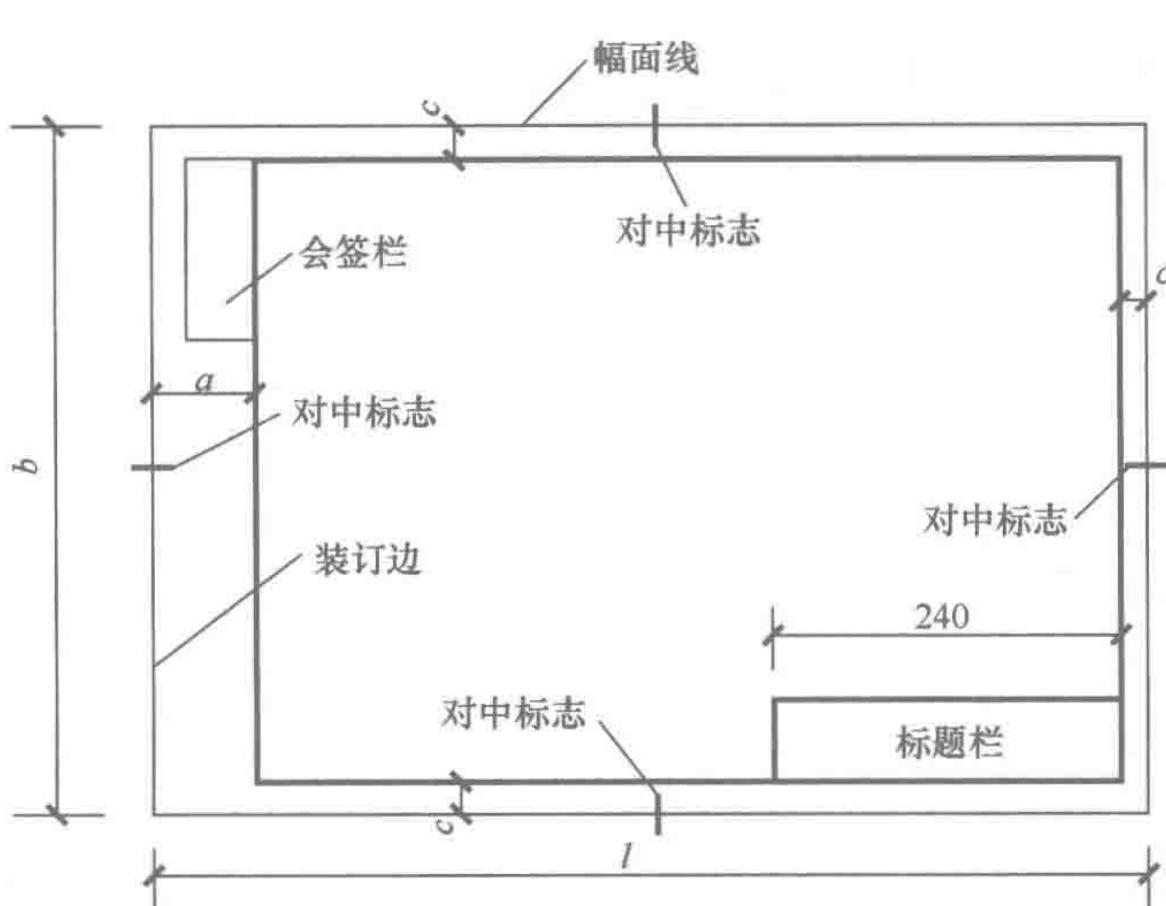
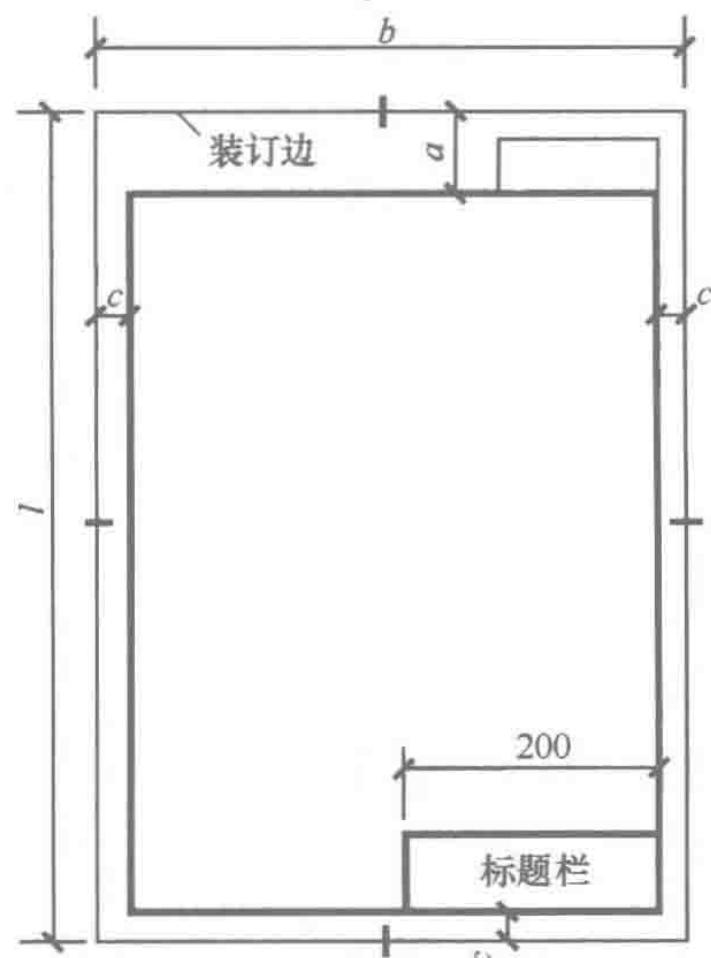
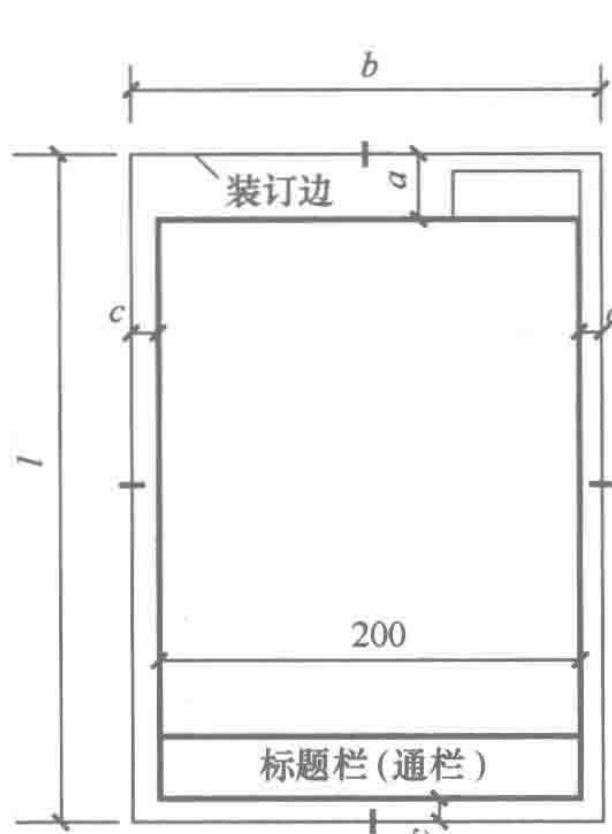
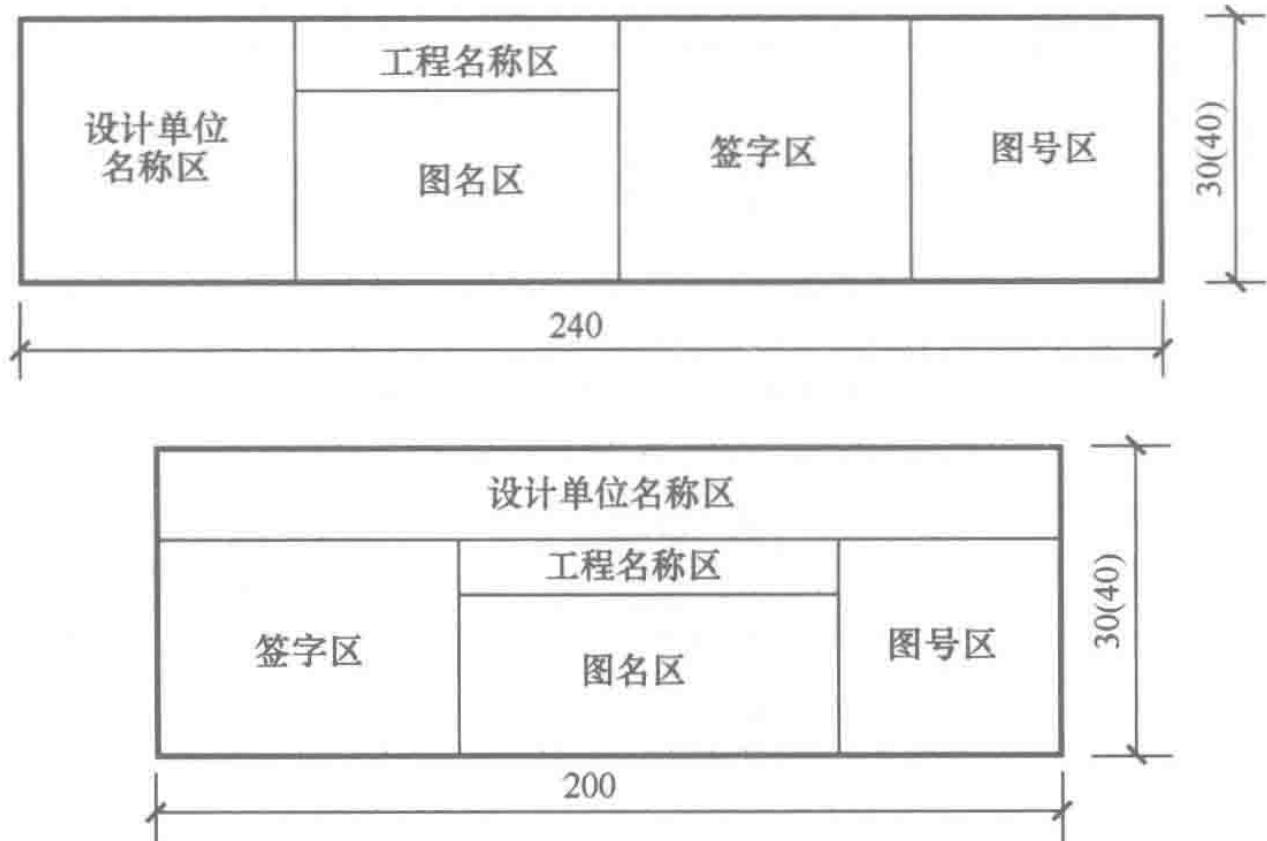

图 1-1 A0~A3 横式幅面
图 1-2 A0~A3 立式幅面
图 1-3 A4 立式幅面
图 1-4 标题栏
图纸幅面及图框尺寸，应符合表 1-1 的规定及图 1-1~图 1-3 的格式。
- (1) 横式使用的图纸，应按图 1-1 的形式布置。
- (2) 立式使用的图纸，应按图 1-2、图 1-3 的形式布置。标题栏应按图 1-4 所示，根据工程需要确定其尺寸、格式及分区。签字区应包含实名列和签名列。会签栏应按图 1-5 的格式绘制，其尺寸应为 100mm×20mm。